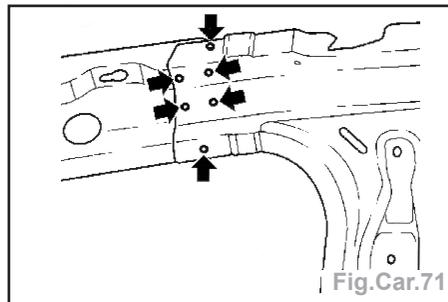

Fig.Car.71
- Déposer par perçage le renfort de montant A AV du montant B intérieur (Fig.Car.71).